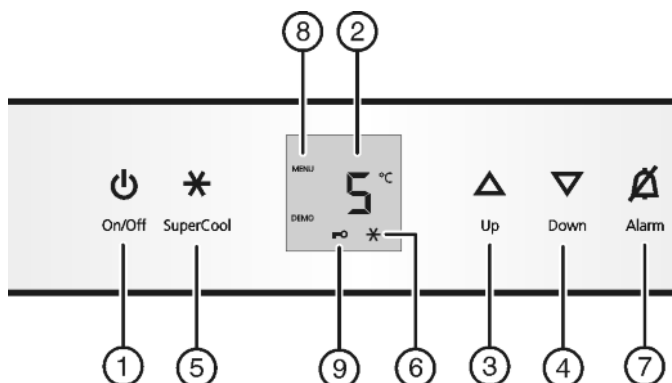

Fig. 2
- ▶ нажмите кнопку On/Off Fig. 2 (1).
- ▶ Активация режима настройки: удерживайте кнопку SuperCool Fig. 2 (5) прим. 5 с.
- ▶ Коротко нажмите кнопку SuperCool Fig. 2 (5) для подтверждения.
- ▶ Для включения защиты от детей коротко нажмите клавишу SuperCool Fig. 2 (5).
- ▷ Символ "Защита от детей" Fig. 2 (9) горит. На индикации мигает **c**.
- ▶ Для выключения защиты от детей коротко нажмите клавишу SuperCool Fig. 2 (5).
- ▷ Символ защиты от детей Fig. 2 (9) гаснет. На индикации мигает **c**.
- ▶ Выход из режима настройки: нажмите кнопку On/Off Fig. 2 (1).
- ▶ Нажмите кнопку Alarm Fig. 2 (7).
- ▶ Установка более высокой температуры: нажмите кнопку настройки Up Fig. 2 (3).
- ▶ Установка более низкой температуры: нажмите кнопку настройки Down Fig. 2 (4).
- ▶ Коротко нажмите кнопку SuperCool Fig. 2 (5).
- ▷ На индикации горит символ SuperCool Fig. 2 (6).
- ▷ Символ SuperCool Fig. 2 (6) на индикации гаснет.